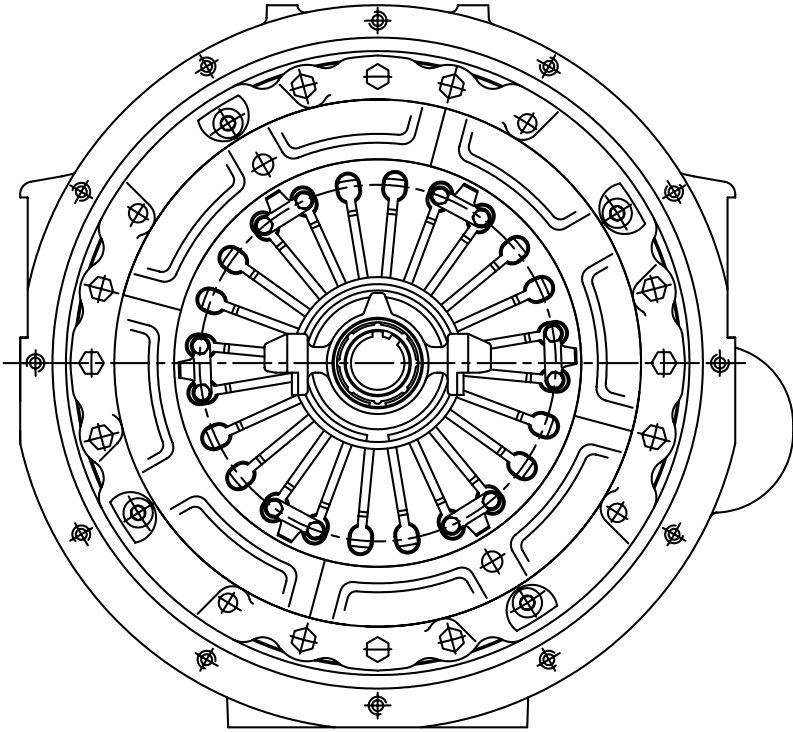

Рис. 20. Положение муфты выключения сцепления на нажимном комплекте
5. С помощью специальной оправки, установленной на центрирующую оправку ведомого диска, сцентрировать муфту выключения сцепления и развернуть её, как показано на рис. 20. Допускается угловое отклонение не более  $10^\circ$ .